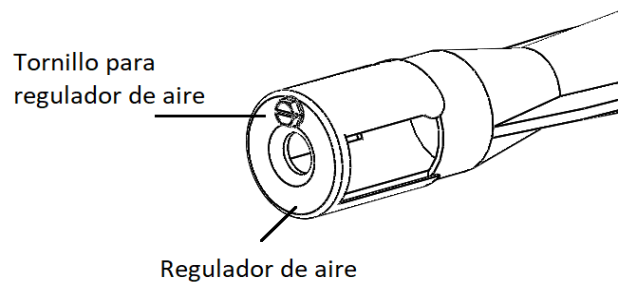

Fig. 7
3. Desatornille los sujetadores de los quemadores sin retirar por completo el tornillo (fig. 7).